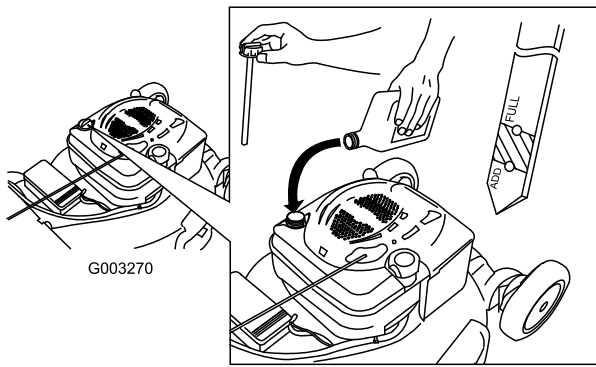

Figure 37
4. Versez de l'huile **lentement** dans le goulot de remplissage pour faire monter le niveau de liquide jusqu'au repère du plein (Full) sur la jauge (Figure 37). **Ne remplissez pas excessivement.** (Remplissage max. : 0,59 l, type : huile détergente SAE 30 de classe de service API SF, SG, SH, SJ, SL ou supérieure.)